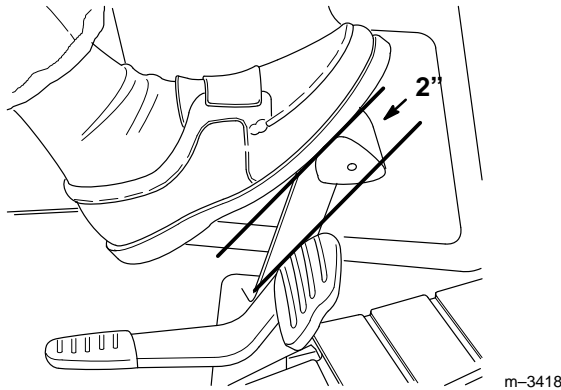

Figure 35
3. Appuyer sur la pédale de frein. Il devrait y avoir une course libre de 5 cm (2") (Fig. 35) avant que le frein ne commence à agir.